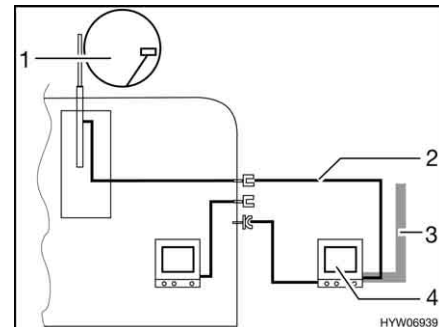

Bild 149 TV i förtältet
- TV i förtältet (Bild 149,4): Anslutning till takantenn (Bild 149,1) med anslutningskabel (Bild 149,2)
- TV i förtältet (Bild 149,4): Anslutning till extern antenn (Bild 149,3)